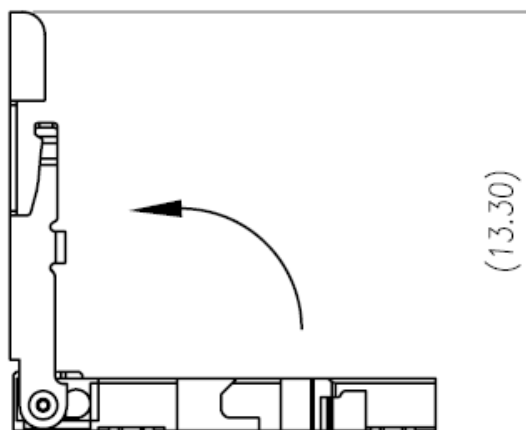

Figura 2-10
1. Encuentre la ranura de la tarjeta microSD y ábrala en la dirección mostrada en la Figura 2-10.